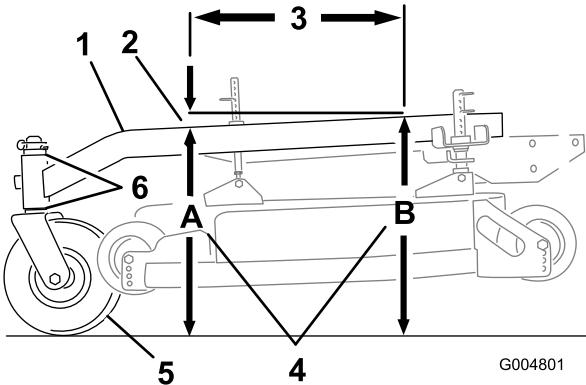

Figura 80
El bastidor de tiro debe tener una inclinación longitudinal de entre 3 mm (1/8 pulg.) y 9 mm (3/8 pulg.) a lo largo de 61 cm (24 pulg.) (Figura 80).
- Mida 61 cm (24 pulg.) en el bastidor de tiro (Figura 80).
- Mida la altura del bastidor de tiro en la posición **A** (Figura 80).
- Mida la altura del bastidor de tiro en la posición **B** (Figura 80).
- La altura en la posición **A** debe ser de 3–10 mm (1/8–3/8 pulg.) menor que la de la posición **B** (Figura 80).
- Si la inclinación del bastidor de tiro no es la correcta, mueva los espaciadores de las ruedas giratorias para obtener una inclinación de 3–10 mm (1/8–3/8 pulg.) (Figura 80). Mueva espaciadores desde arriba o desde abajo para obtener la inclinación correcta.